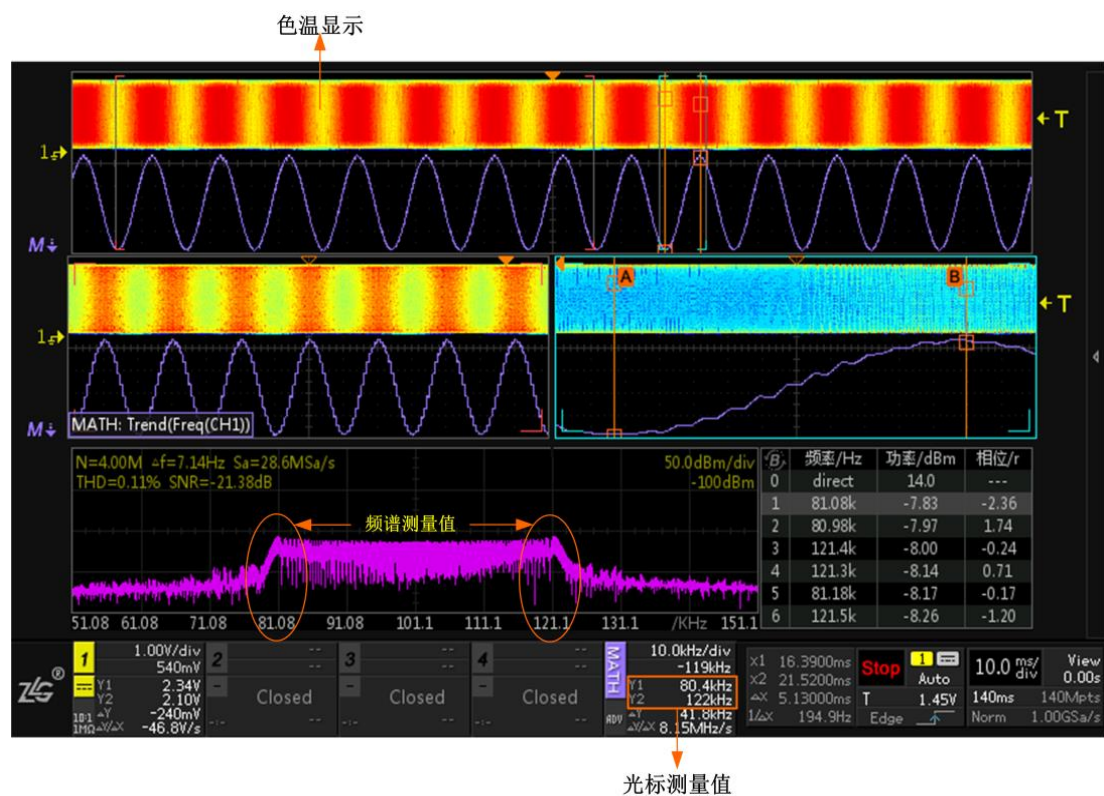

图 18.19 趋势分析效果图
- 开启色温显示可以观察频率的分布情况，如图 18.19 所示，颜色越深出现的概率就越大。
- 点击“缩放模式”进入双 ZOOM 缩放状态，可观察具体的频率变化细节，若想观察信号不同位置的频率情况，可通过光标测量定位波形信号，在屏幕的下方将显示信号的频率值，如图 18.19 所示，可观察到光标测量值与 FFT 分析的频谱分析值是相对应的。